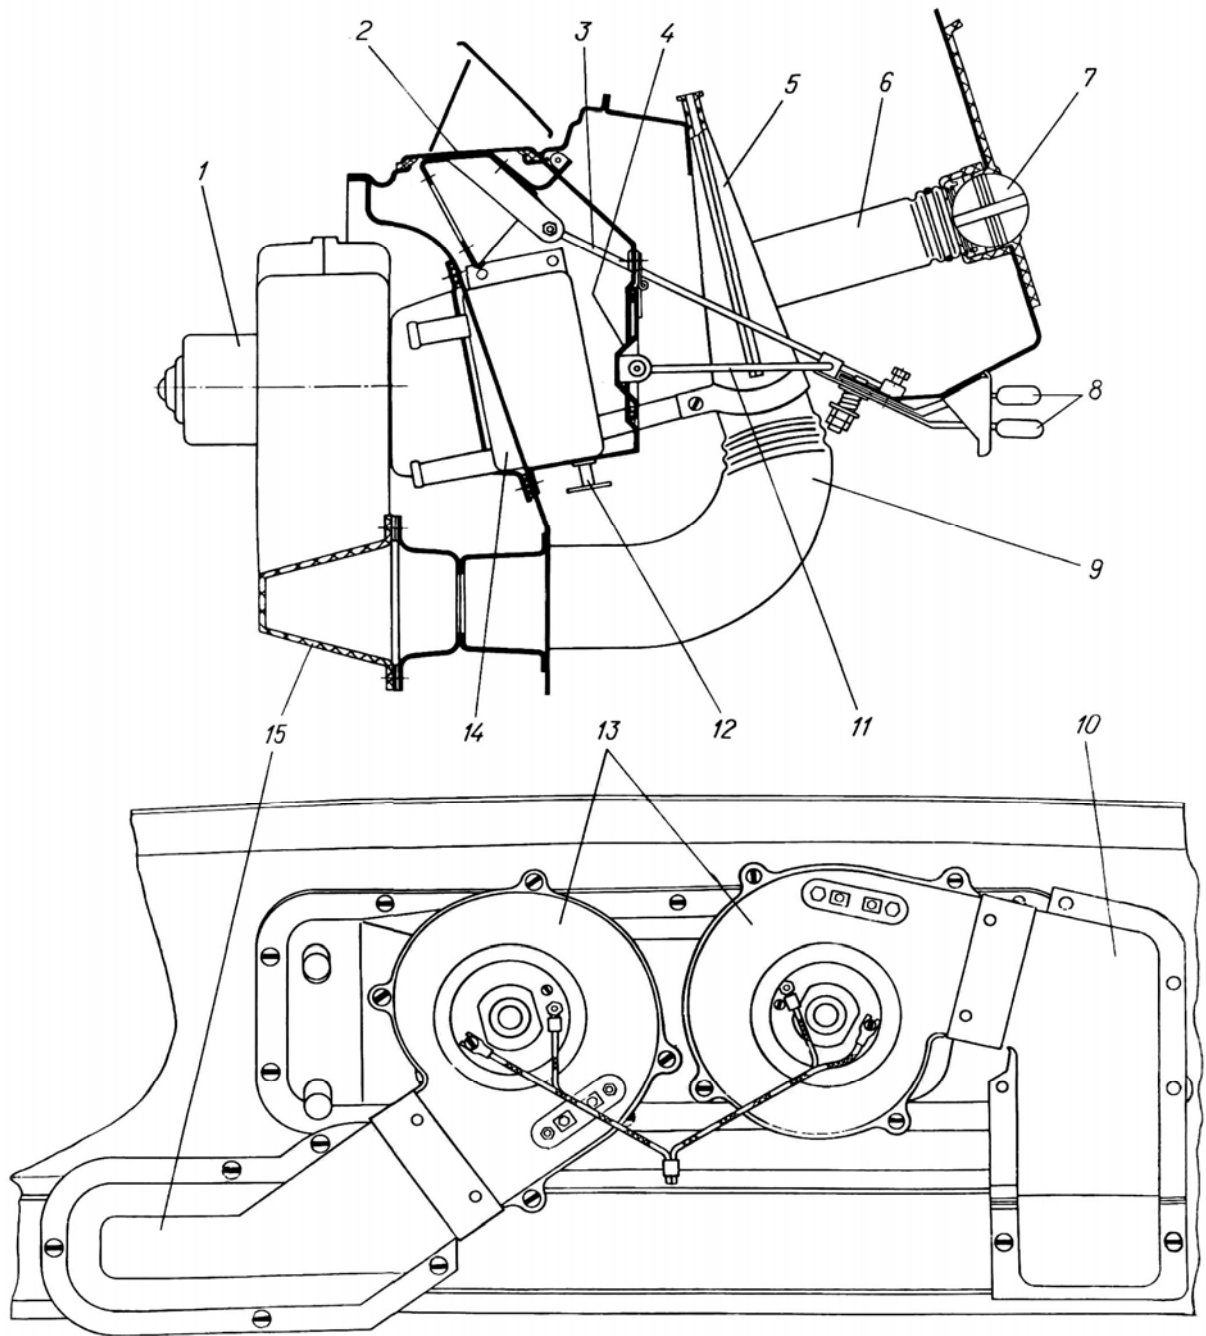

Рис.104. Отопление и вентиляция кабины:
Передок кабины оборудован вентиляционным люком, под которым установлен отопитель с вентиляторами подачи воздуха в кабину и систему обдува ветровых и боковых стекол. Радиатор 14 (рис.104) отопителя включен в систему охлаждения двигателя посредством шланга через краник, установленный на левой водосборной трубе головки.
При движении автомобиля с открытой крышкой 2 (см. рис.104) люка и закрытой крышкой 4 короба встречный поток воздуха проходит через радиатор 14 отопителя и вентиляторами подается через воздушный канал в щитке кабины к правому и левому раструбам 5 обдува ветровых стекол и далее к патрубкам 6 обдува боковых стекол. На воздушном канале в щитке кабины имеются две заслонки, предназначенные для подачи теплого воздуха к ногам водителя и пассажиров.
3. Отсоединить провода питания электродвигателя 1 (см. рис.104) отопителя и дополнительных сопротивлений.